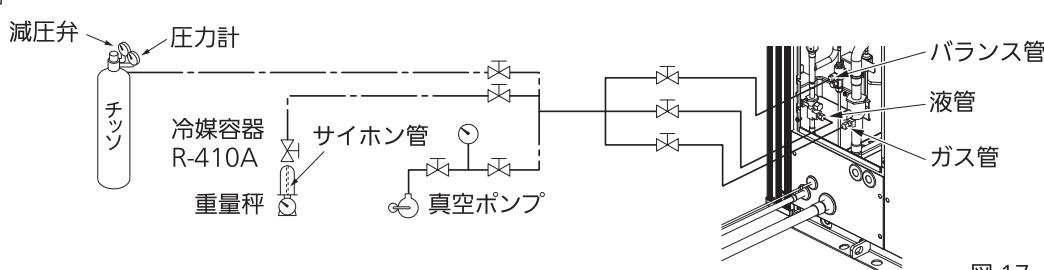

図 17
- ガス管、液管およびバランス管のサービスポートにチッソ、真空ポンプ等を図17の通りに接続してください。